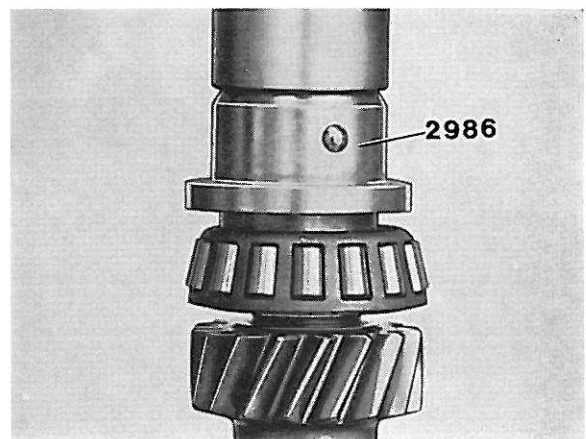

Figure 24. Montage de bague intérieure de roulement arrière
3. Enfoncer la bague intérieure du roulement arrière sur l'arbre intermédiaire en se servant de l'outil 2986, voir figure 24. Poser ensuite l'arbre intermédiaire sur le fond du carter de la boîte. Poser l'arbre secondaire dans le